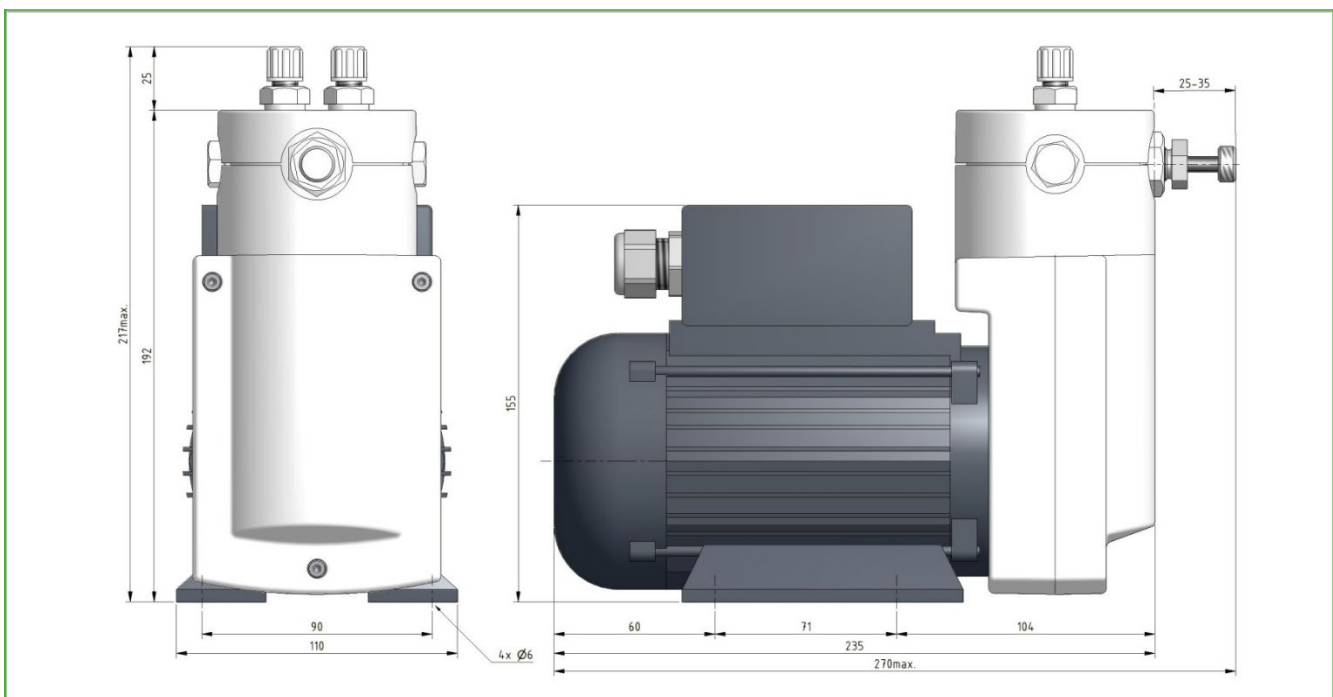

Abbildung 4 Abmessungen MP-F.../R
- Pumpe über die vier 6 mm Bohrungen im Pumpenfuß, wenn mit Vibrationen zu rechnen ist zusätzlich mit Schwingungsdämpfern, fest mit dem Untergrund verschrauben. Die Montagemaße sind Abbildung 4 zu entnehmen. Damit die Pumpe ausreichend Kühlluft ansaugen kann muss sie mit einem Abstand von mindestens 25 mm zur Wand montiert werden.